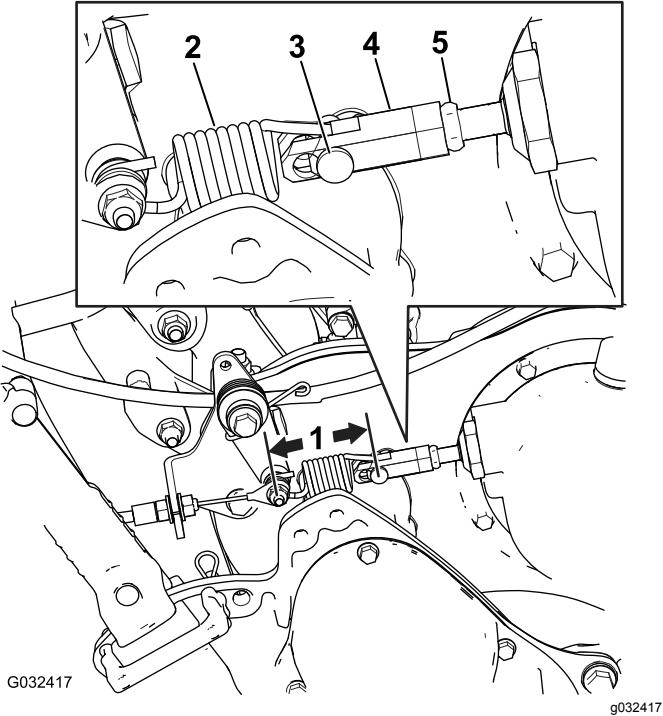

Bild 48
2. Messen Sie den Abstand zwischen den Stiften auf beiden Seiten der Fahrantriebssteuerfeder (Bild 48). Wenn dieser unter 7,6 cm liegt, stellen Sie die Kupplung mit den folgenden Schritten ein.
- F. Messen Sie den Abstand zwischen den Stiften auf beiden Seiten der Fahrantriebssteuerfeder (Bild 48). Wiederholen Sie die Schritte A bis F, bis der Abstand zwischen 7,3 cm und 7,6 cm liegt.
- B. Lösen Sie die Klemmmutter an der Spannschraube und entfernen Sie den Lastösenbolzen, wobei Sie die Feder von der Spannschraube trennen. (Bild 48).